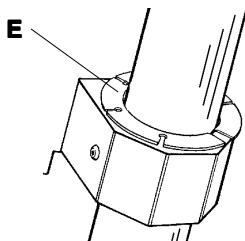

Figure 31
The **CUTTING HEAD** slides on three low friction **BUSHINGS (E)**, **Figure 31**. It is unlikely they will require replacement, but they can be removed as follows.
Der **Schneidekopf** gleitet auf drei fast abriebfreien **Buchsen (E)**, **Abbildung 31**. Diese müssen nur in sehr ungewöhnlichen Fällen ausgetauscht werden. Nachfolgend die Austauschanweisungen.
La **TÊTE DE COUPE** glisse sur trois **ROULEMENTS (E)** à faible friction, **Figure 31.** Il est peut probable qu'ils aient besoin d'être remplacés mais ils peuvent être démontés comme suit.